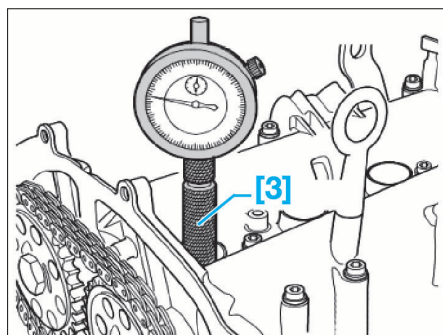

FIG. 17
- [3]. Adaptateur pour comparateur (ref. T10170) (Fig.17).
- Déposer la bougie d'allumage du cylindre 1, et y placer en lieu et place un comparateur équipé de l'adaptateur [3] (Fig.17).